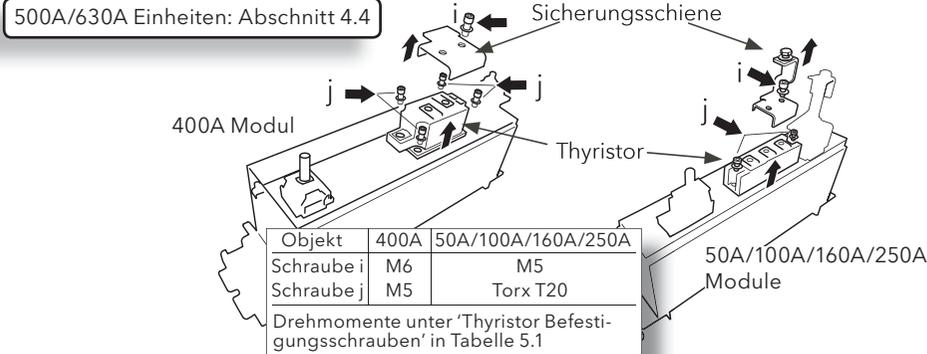

Abbildung 3.5 Thyristor Austausch (siehe Abschnitt 4.4 für 500A/630A Module)
- Entfernen Sie die Sicherungsschiene, indem Sie die beiden Sicherungsschrauben lösen ('i' in Abbildung 3.5).